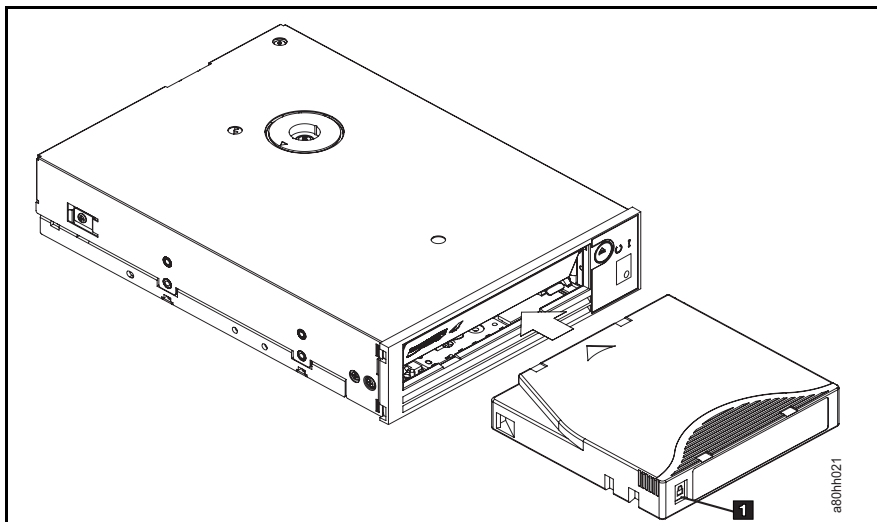

図 4: カートリッジのドライブへの挿入
2. 書き込み禁止スイッチが手前側に見えるようにカートリッジを持ちます (図 4 の 1 を参照)。